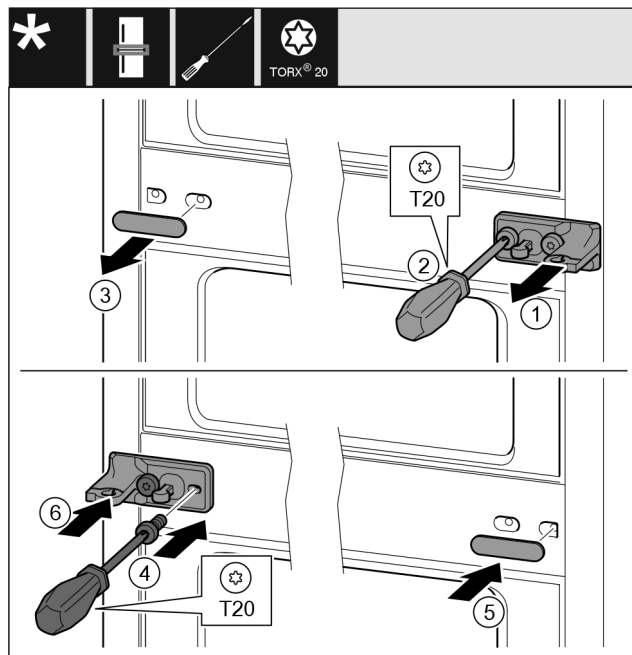

Fig. 33
- ▶ Stiahnite podložku. Fig. 33 (1)
- ▶ Skrutkovačom T20 vyskrutkujte skrutky. Fig. 33 (2)
- ▶ Opatrne stiahnite kryt. Fig. 33 (3)
- ▶ Ložiskovú konzolu s fóliou priskrutkujte otočenú o 180° na druhú stranu. Fig. 33 (4)
- ▶ Kryt pripievňte otočený o 180° na druhú stranu. Fig. 33 (5)
- ▶ Podložku nasuňte spredu. Fig. 33 (6)